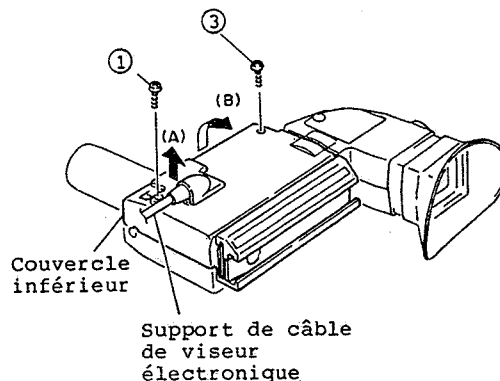

Fig. 2-151
1. Retirer une (1) vis de fixation immobilisant le passe-câble de viseur électronique. (Se reporter à la figure 2-151)
2. Déposer le passe-câble de viseur électronique en agissant dans la direction indiquée par la flèche (A).
3. Retirer les deux (2) vis de fixation immobilisant le couvercle inférieur.
4. Déposer le couvercle inférieur en agissant dans la direction indiquée par la flèche (B).